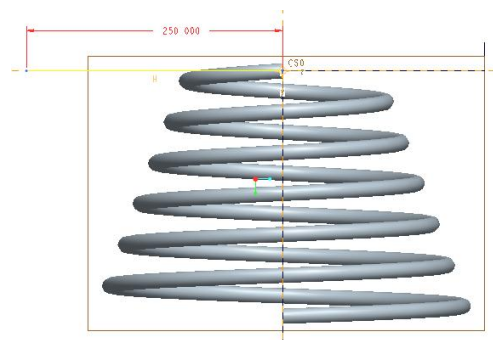

図 9-48 グランドエンド作成のための直線
- ばねの小さい半径のエンドに「グランドエンド」を作成するため、ばねの断面の中心を通る水平線を図 9-48 に示すようにスケッチする。水平線の長さ 250mm はばねを超える十分長い直線にする。